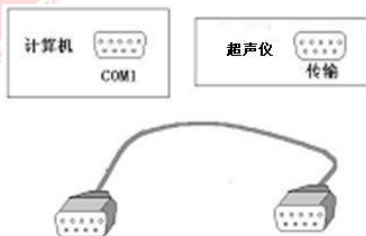

图 6.16 接线方式示意
- A) 进行文件传输之前需要按图 6.16 用我们提供的专用串口线将计算机与超声仪连接起来。需要注意连接计算机端的串口的串口号，根据实际情况在超声仪文件目录框中进行设置。